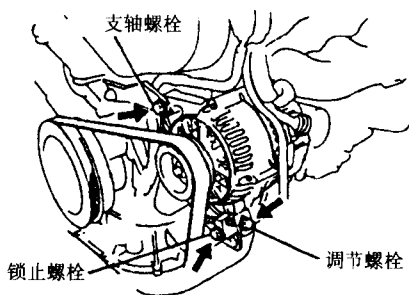

图 13 交流发电机装配螺栓——
① 拆下蓄电池负极接线。
② 松开发电机支轴螺栓、调节锁止螺栓与调节螺栓 (图 13)。